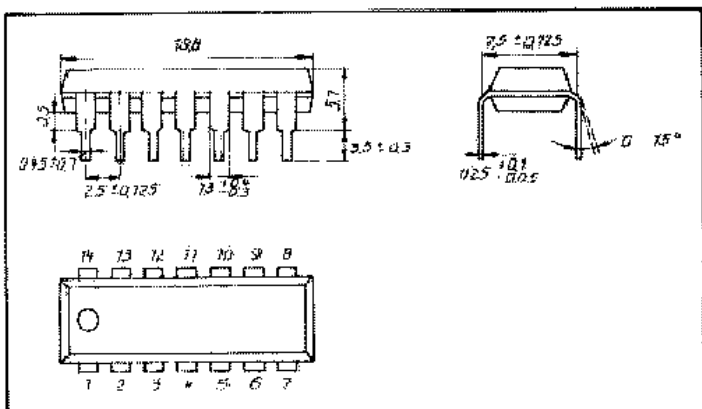

Bild 2: Abmessungen des Typs B 064
- 14poliges DIL-Plastgehäuse der Bauform 21.2.1.2.14 nach TGL 26 713 für B 064 (Bild 2)